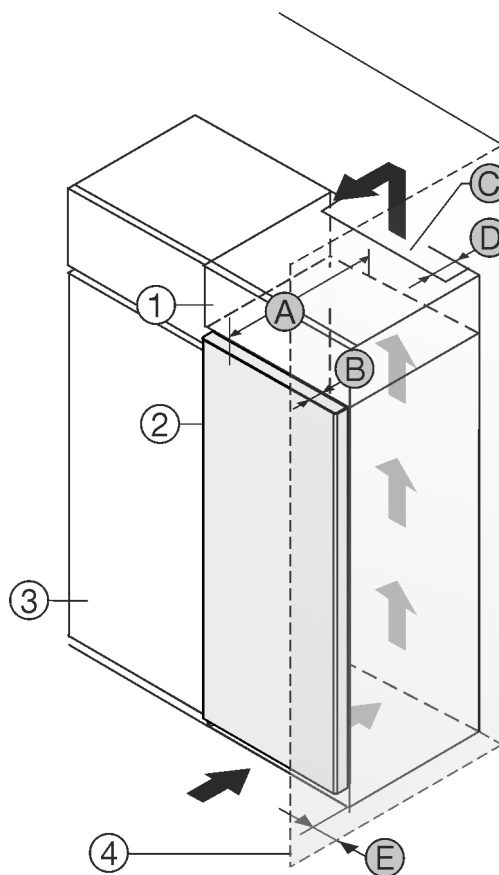

Fig. 1
- (1) Nastavná skříňka \*
- (2) Příklad \*
- (3) Kuchyňská skříň \*
- (4) Stěna \*
- (5) Hloubka přístroje \*
- (6) Hloubka dvířek \*
- (7) Ventilační průřez \*
- (8) Vzdálenost zadní strany přístroje \*
- (9) Vzdálenost k zadní straně přístroje \*
Můžete přístroj nainstalovat přímo vedle kuchyňské skříňky Fig. 1 (3)\*.
Na zadní straně nastavné skříňky musí být větrací šachta hluboká Fig. 1 (7) přes celou šířku nastavné skříňky.\*
Pod stropem místnosti musí být dodržen ventilační průřez Fig. 1 (7)\*.
Když přístroj instalujete závěsy vedle stěny Fig. 1 (4), musí být vzdálenost mezi přístrojem a stěnou minimálně 13 mm.\*
Aby bylo možné dvířka plně otevřít, musí přístroj přesahovat o hloubku dvířek Fig. 1 (6) vůči přední linii kuchyňské skříňky. V závislosti na hloubce kuchyňských skříňek Fig. 1 (3) a použití vymezovačů odstup od stěny může přístroj vyčnívat dále.\*